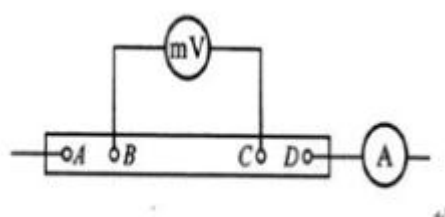

图 7-4 四端接法电路图
3. 图 7-4 所示四端接法的低电阻，测量结果  $R_x$  是（BC 间电阻）